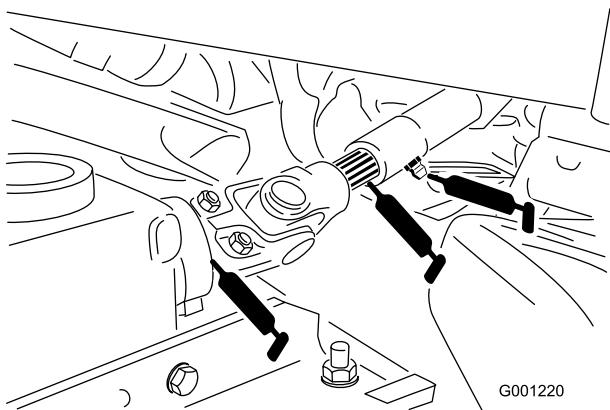

Figura 37
- Eixo universal da tomada de força (Figura 37)